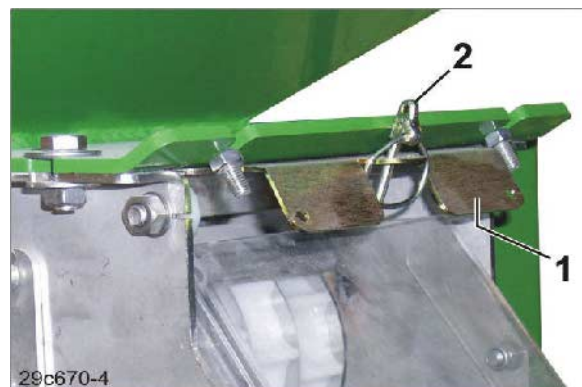

Рис. 97
1. Уберите пружинный фиксатор (Рис. 97/2) (требуется только для закрытия заполненного семенного бункера заслонкой (Рис. 97/1)).
Откройте заслонку (Рис. 97/1)!
Застопорите заслонку пружинным фиксатором (Рис. 97/2).